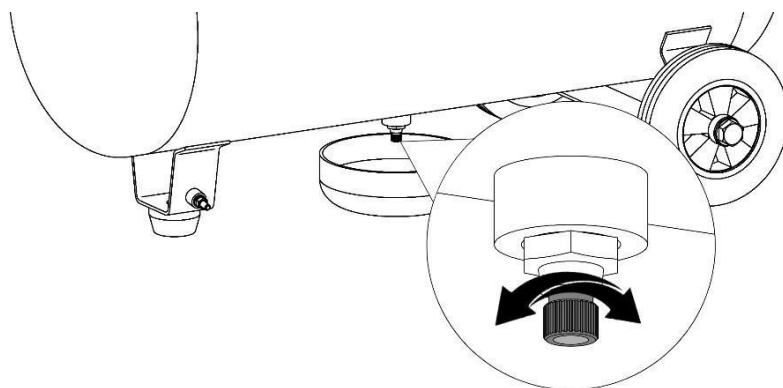

Рисунок 15
- Подставьте под конденсатоотводчик емкость для сбора конденсата (рисунок 15).
слейте конденсат (рисунок 15).